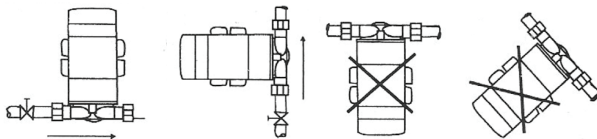

Рис.1
- Насос повышающий давление следует ВСЕГДА устанавливать в соответствии с (рис. 1).